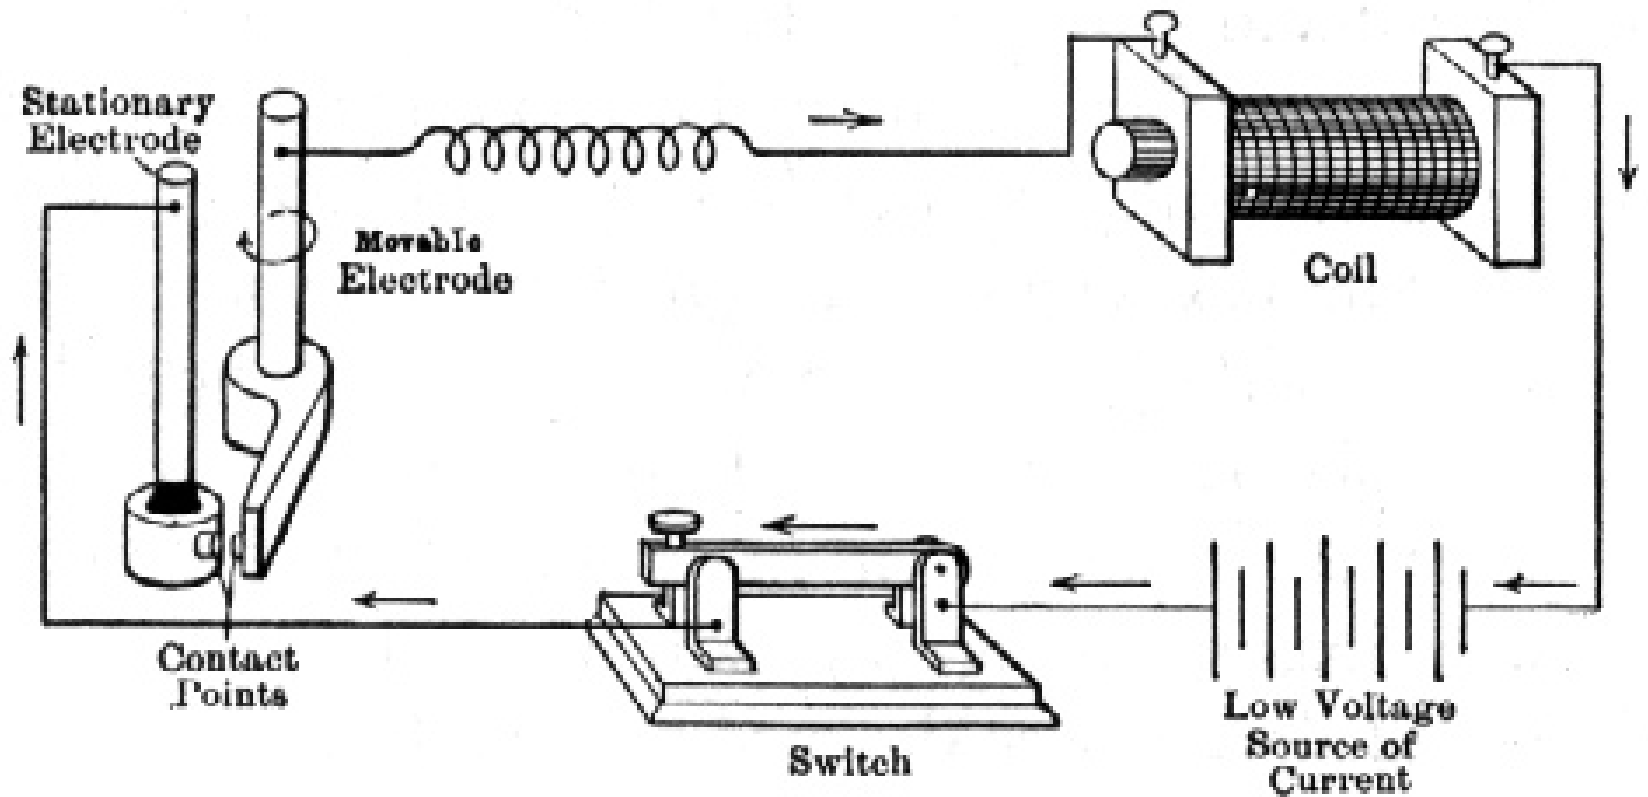

Figure 12-25: "Make and break" tändsystem.
- “Make and brake” med tillfällig kontakt av elektoder, se Figure 12-25 och 12-26.